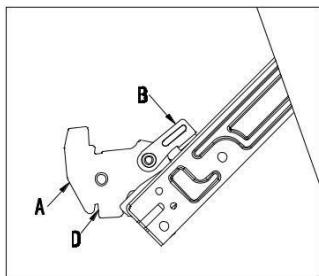

Рис.1
Для облегчения процесса очистки внутри духового шкафа Вы можете снять дверцу (рис. 1).
1. Откройте дверцу полностью и поднимите два рычага «B» (рис. 1);